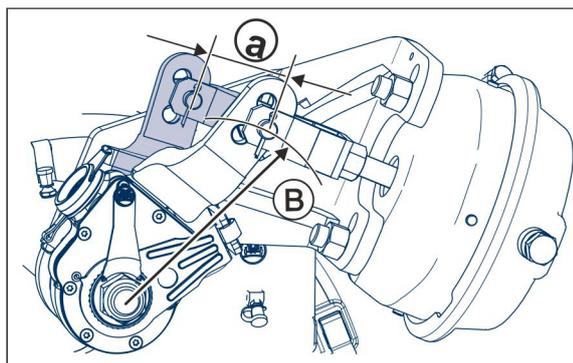

Fig. 125
1. Desenroscar las dos cubiertas protectoras (Fig. 125/1) de la parte interior del tambor de freno.